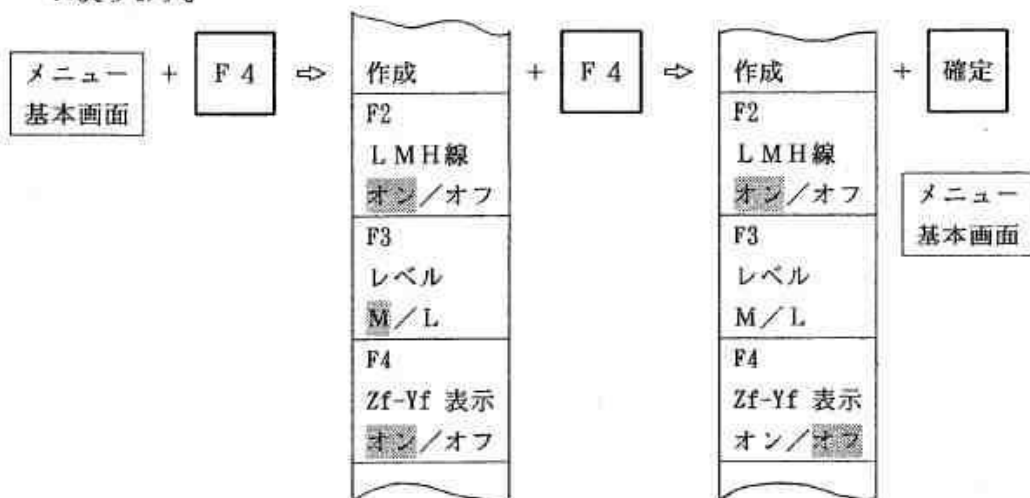

図 9.3.13 Zf-Yf表示のオフの手順
- ① 選択キー〔F4〕を1回押すと図 9.3.13 の選択メニューが表示されます。このメニューの〔F4〕の項を見ると、〔オン〕の部分にカーソルがあります。
- ② 〔オフ〕に切り替える場合には、選択キー〔F4〕を1回押します。カーソルが〔オフ〕に移りますからそれを確認して確認キーを1回押します。